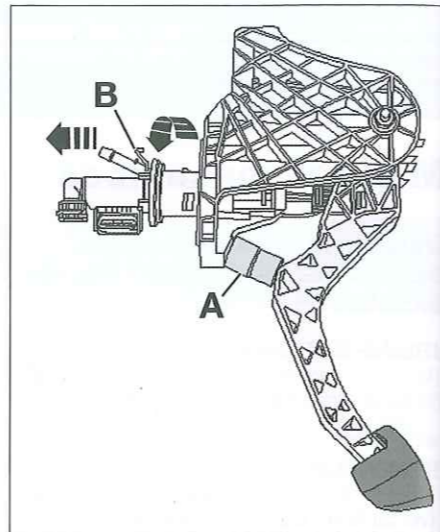

Fig. 10
- Colocar un distanciador (A), de una longitud de 40 mm, entre el pedal y el tope y empujar el pedal de embrague hacia el separador (Fig.10).
- Desbloquear el pasador (B) y desmontar el cilindro de mando como se indica en la fig.